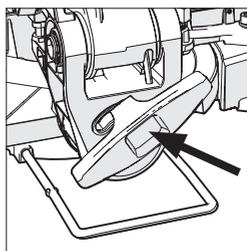

Fig. 22
- Desaperte o manípulo de bloqueio do bisel (Fig. 22).